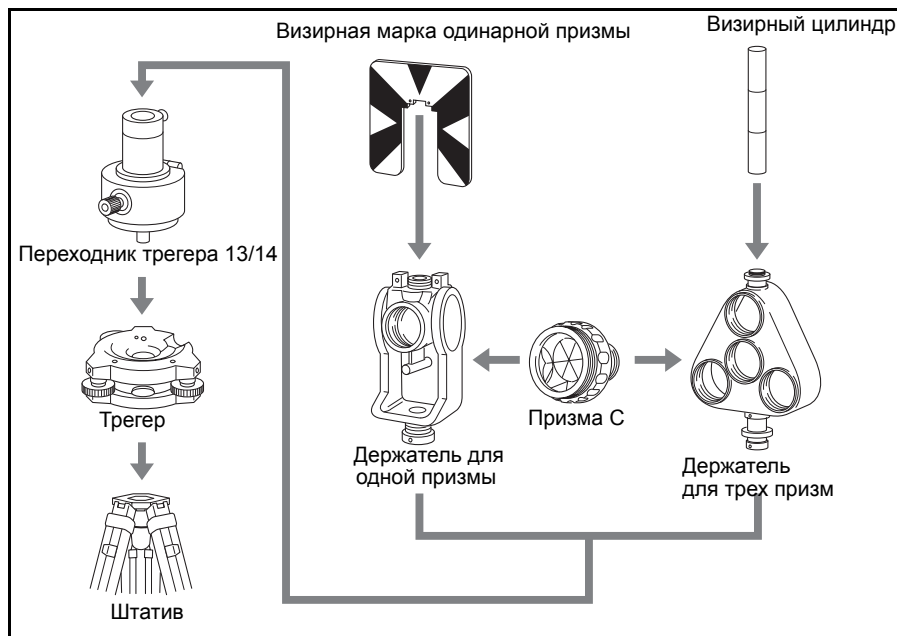

Рисунок 2.4 Сборка призмного отражателя
1. Соберите отражающую марку как показано ниже, см. Рисунок 2.4.